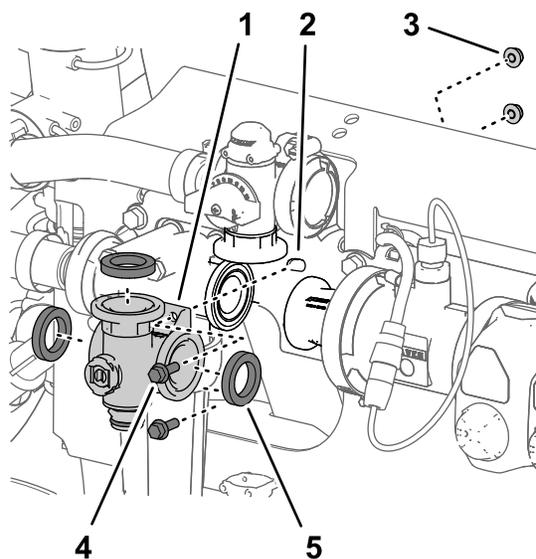

Figure 109
- Retirez les 2 boulons à embase ( $\frac{1}{4}$ " x  $\frac{3}{4}$ " ) et les 2 contre-écrous à embase ( $\frac{1}{4}$ " ) qui fixent le collecteur de vanne d'agitation au support de vanne (Figure 109).
- Déposez le collecteur de vanne d'agitation et les joints de la machine (Figure 109).